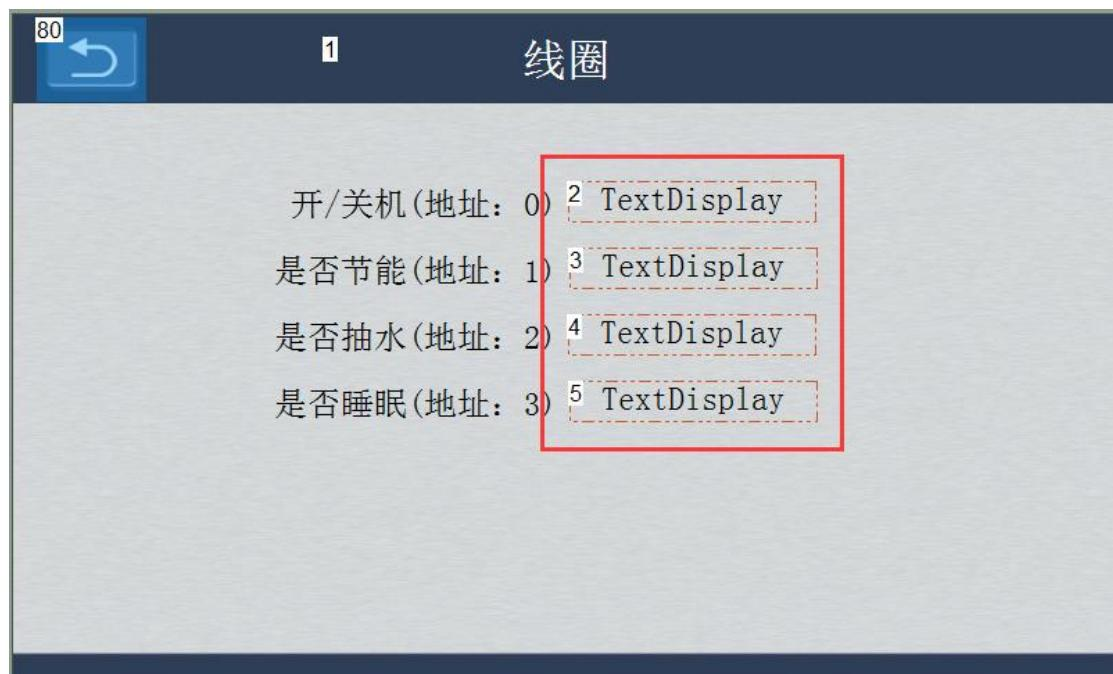
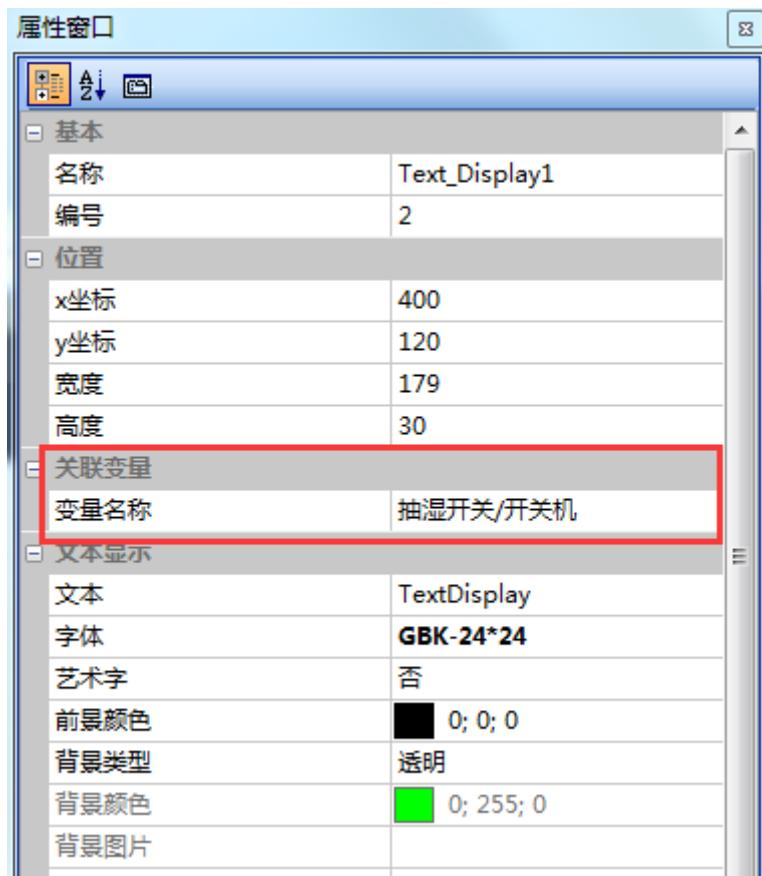

图 4-7 线圈
图 4-9 关联变量
2、画面中添加一个文本控件（ID：2），如图 4-7 所示，设置文本控件的属性，设置关联变量“抽湿开关/开关机”，如图 4-9 所示；